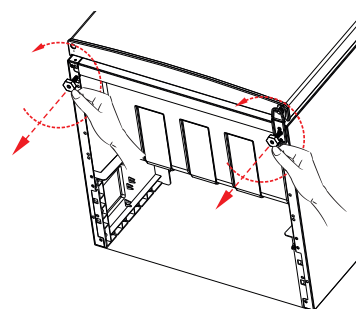

Fig. 1
- ▶ Skru apparatfødderne ud ved at dreje mod urets retning (fig. 1).